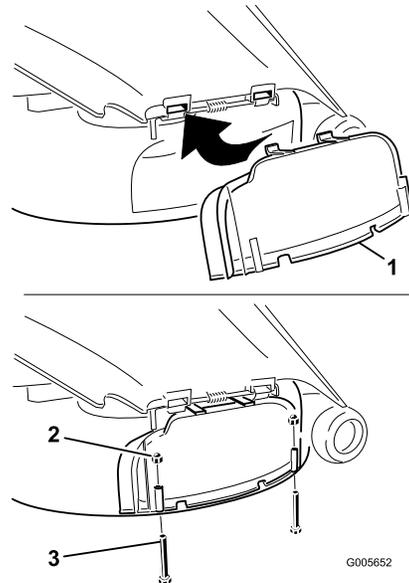

Bild 20
Öffnung und auf die untere Lippe des Mähwerks (Bild 20).
4. Befestigen Sie die Abdeckung des Auswurfkanals mit zwei Schrauben (1/4 x 2-1/2 Zoll) und zwei Kopfmutter (1/4 Zoll) an der unteren Lippe des Mähwerks, siehe Bild 20.